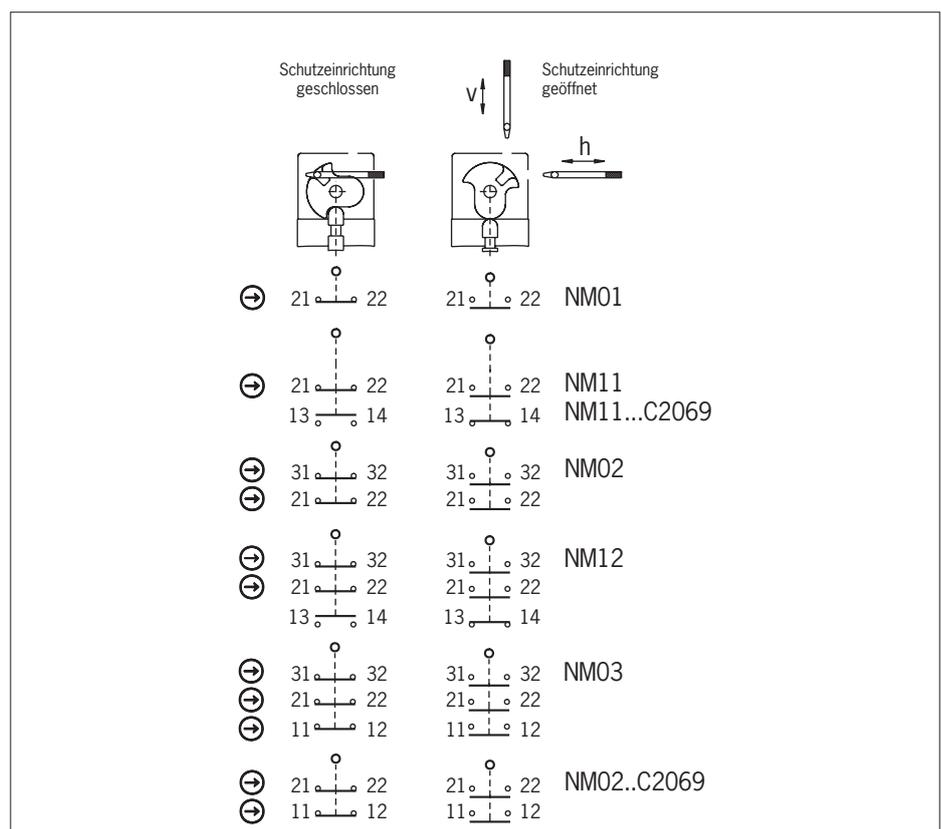

Bild 3: Schaltelemente und Schaltfunktionen
Es muss mindestens ein Kontakt  $\ominus$  verwendet werden. Dieser signalisiert die Stellung der Schutz-einrichtung (Kontaktbelegung siehe Bild 3).
3. Anschließen und Klemmen mit 0,5 Nm anziehen (Kontaktbelegung siehe Bild 3).